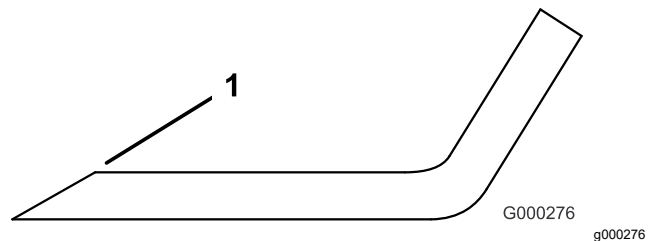

Bild 26
1. Schärfen Sie die Schneidkanten an beiden Enden des Messers (Bild 26).